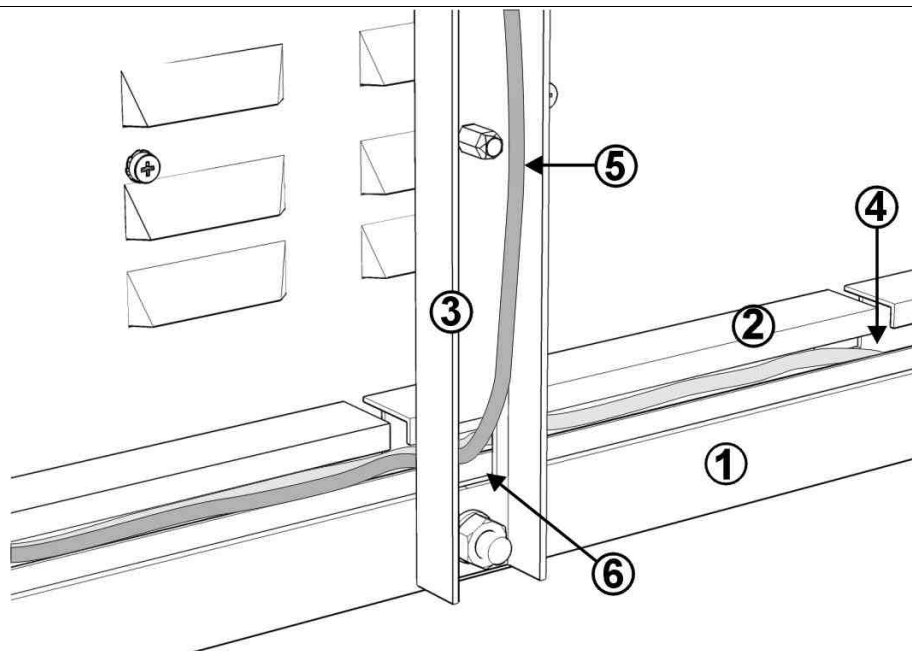
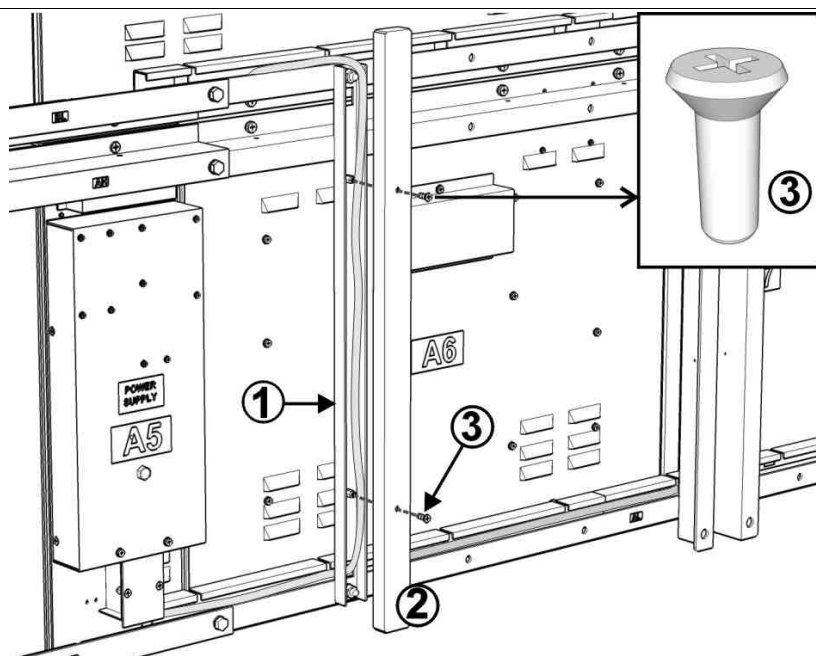

Fig. 8: Inserimento dei cavi nelle canaline passacavi
Fig. 9: Chiusura delle canaline passacavi verticali
- il numero ① definisce la posizione della canalina passacavi verticale (vedi anche i numeri ① e ② in Fig. 9).
1. Introducete i cavi di tutti i moduli nelle canaline passacavi attraverso l'apposita fessura (vedi Fig. 8) fino a portarli in prossimità del modulo **POWER SUPPLY**. A questo punto, con l'apposito coperchio e due viti **M5x16**, chiudete le eventuali "canaline passacavi" verticali per il passaggio dei cavi dai moduli superiori, come indicato nella Fig. 9.